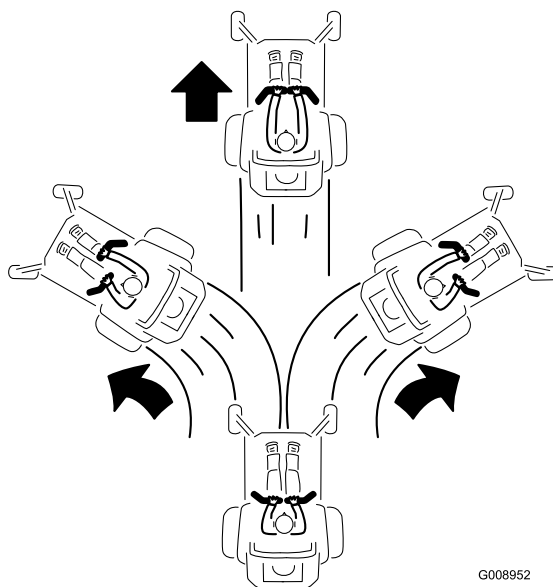

**Figure 15**
2. Pour vous déplacer en marche avant, poussez doucement les leviers de commande de déplacement vers l'avant (Figure 15).
Pour vous déplacer en ligne droite, appliquez une pression égale sur les deux leviers de déplacement (Figure 15).
Pour tourner, relâchez le levier de commande correspondant à la direction que vous voulez prendre (Figure 15).